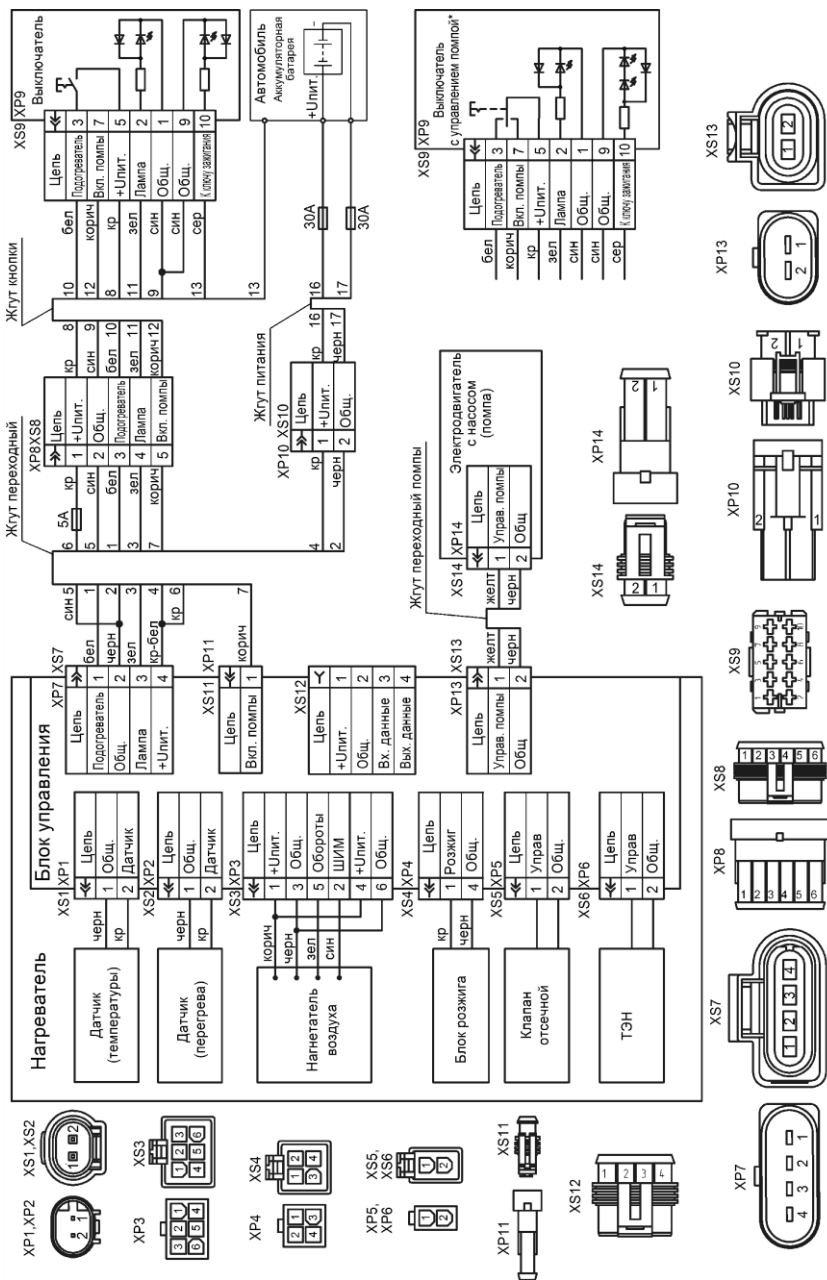

Рис. 1- Схема электрических соединений
Питание подогревателя топливом и электроэнергией осуществляется от автотранспортного средства. Схема электрических соединений подогревателя приведена на рис. 1.
7.5 На блоке управления установлен диагностический разъем XS12 (см. схему электрических соединений рис.1), предназначенный для диагностики подогревателя. Используется сервисной службой.
8.1 Поиск неисправностей необходимо начать с проверки контактов разъемов проверяемых цепей (см. схему электрических соединений на рис.1).
* для разблокировки необходимо после включения подогревателя в течение 20 секунд снять колодку XS7 с подогревателя и через 5 секунд подключить колодку XS7 обратно (согласно схеме электрических соединений, рис.1). Данная процедура выполняется 3 раза.